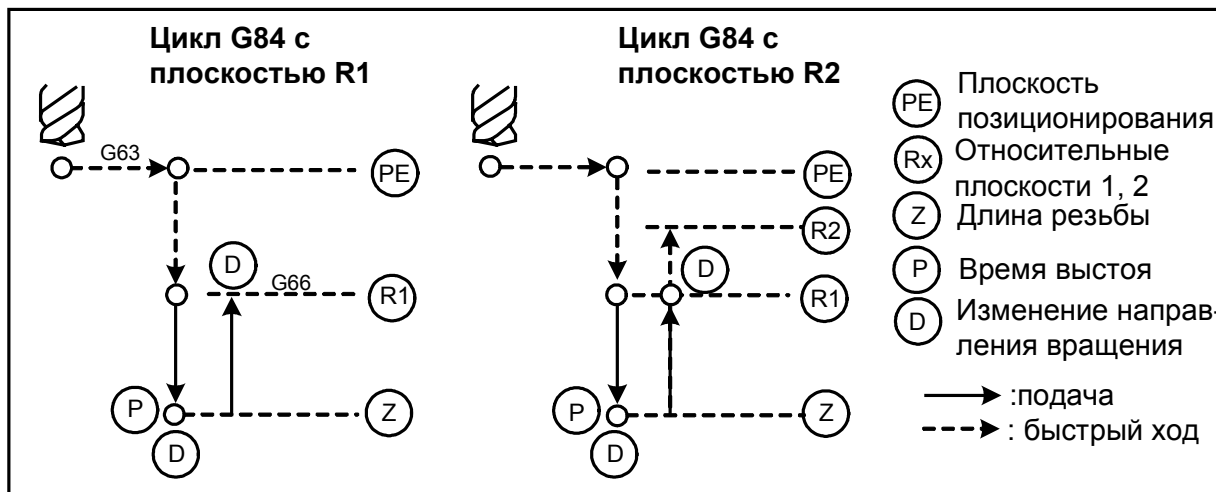

Рис.57.
40.4. Нарезание резьбы с компенсирующим патроном, - G84. Инструкция инициирует нарезание левой или правой резьбы. Врезание метчика происходит за счет вращения шпинделя по часовой стрелке (вспомогательная функция M3) или против часовой стрелки (вспомогательная функция M4). По достижении запрограммированной глубины Z, направление вращения шпинделя изменяется, при этом может быть предусмотрена выдержка времени P (см. рис.57).